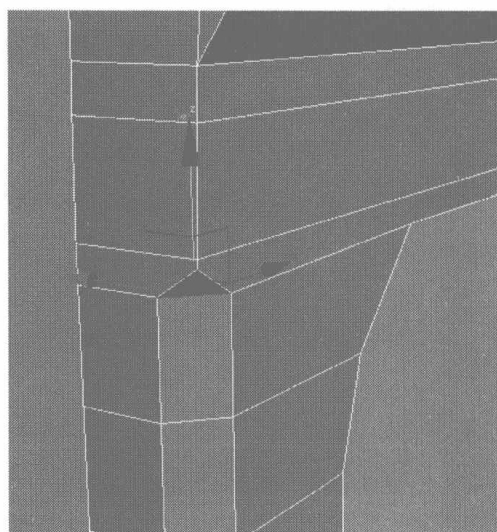

图 4.496
- 04** 选择凹槽处如图 4.496 所示的边线，在 Selection 卷展栏中单击 **Ring** 按钮，选择其环形曲线，并用 Connect 命令为其中间添加一条细分线。